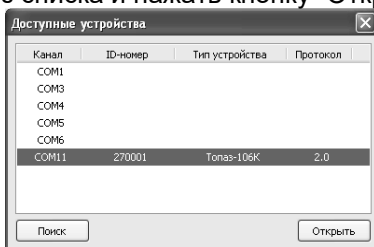

Рисунок 1
- автоматически запустится сканирование всех доступных COM-портов. Для найденных устройств отображается их ID-номер, тип устройства и протокол работы устройства (рисунок 1). Выбрать требуемое устройство из списка и нажать кнопку "Открыть".